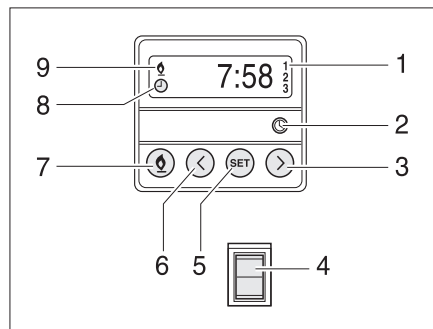

Bild 211 Bedieneinheit für Standheizung
- Taste (Bild 211,7) drücken. Der Heizbetrieb wird durch das Symbol (Bild 211,9) angezeigt. Das Gebläse wird erst bei einer Kühlwassertemperatur von 30 °C zugeschaltet.
- Taste (Bild 211,7) drücken. Das Symbol (Bild 211,9) erlischt.
- Schalter (Bild 211,4) unten drücken. Motor wird vorgewärmt. Das Gebläse wird sofort zugeschaltet.
- Schalter (Bild 211,4) oben drücken. Motor bleibt kalt.
- Taste (Bild 211,2) drücken. Die Uhrzeiteinstellung wird durch das Symbol (Bild 211,8) angezeigt.
- Mit den Tasten (Bild 211,3 und 6) die Uhrzeit einstellen.
- Taste (Bild 211,5) drücken.
- Innerhalb von 10 Sekunden mit den Tasten (Bild 211,3 und 6) die Einschaltzeit einstellen.
- Taste (Bild 211,5) so oft drücken, bis die gewünschte Programmnummer (Bild 211,1) im Display angezeigt wird.